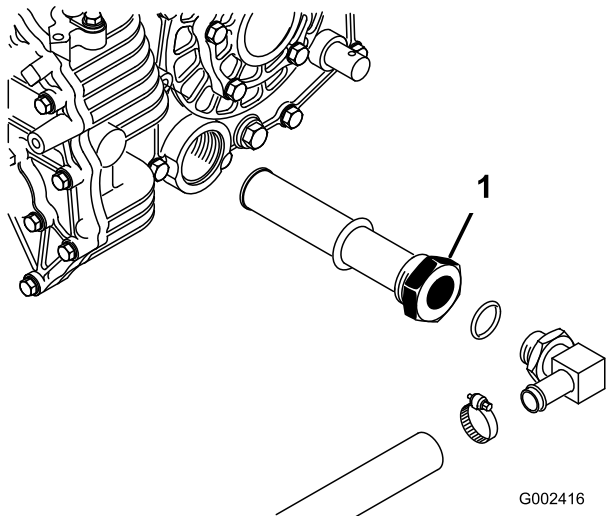

Figure 64
5. Notez l'orientation du flexible hydraulique et du raccord à 90° raccordés à la crépine sur le côté du réservoir (Figure 64).